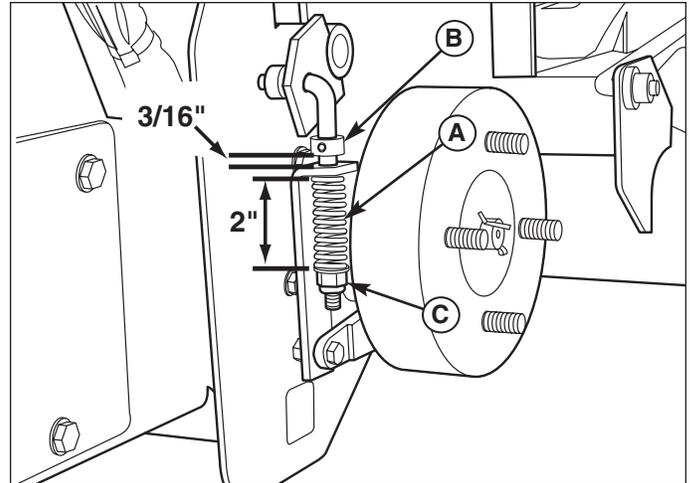

Figure 23. Réglage du frein à main
3. Vérifiez la longueur du ressort du frein (A, Figure 23) (sur les deux roues). Lorsque le frein est embrayé, la longueur du ressort comprimé doit être de 5 cm. Si elle est différente, ajustez l'écrou de blocage (C, Figure 23) pour qu'elle soit de 5 cm.
4. Après avoir obtenu la compression appropriée du ressort, vérifiez l'intervalle du collier (B, Figure 23). Lorsque le frein est embrayé, l'intervalle du collier doit être de 5 mm. Si ce n'est pas le cas, desserrez la vis du collier et déplacez le collier vers la position correcte.